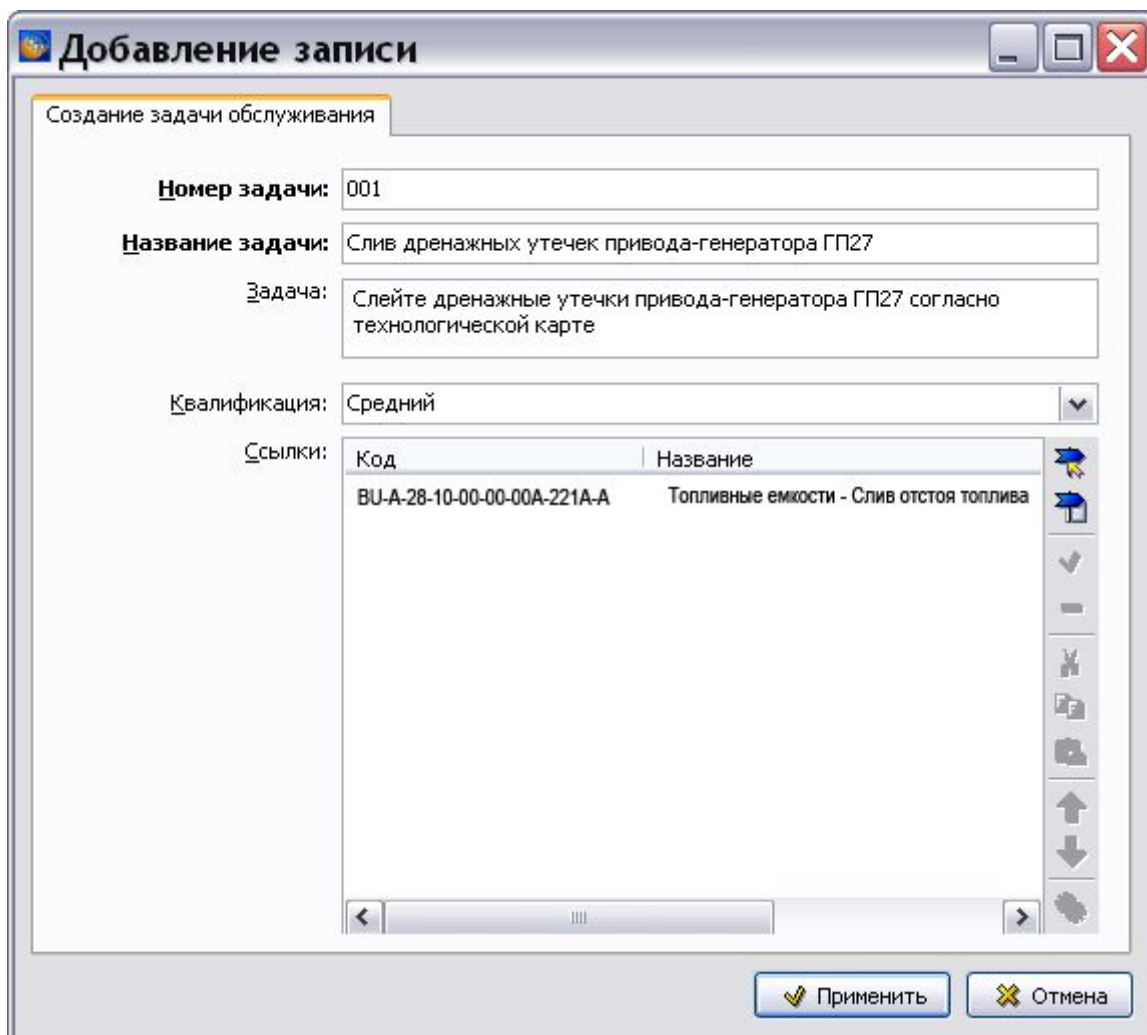

Рис. 7.94
3. Нажмите на кнопку . При этом в окне **Добавление записи** появится код и название модуля данных, на который установлена ссылка (Рис. 7.94).